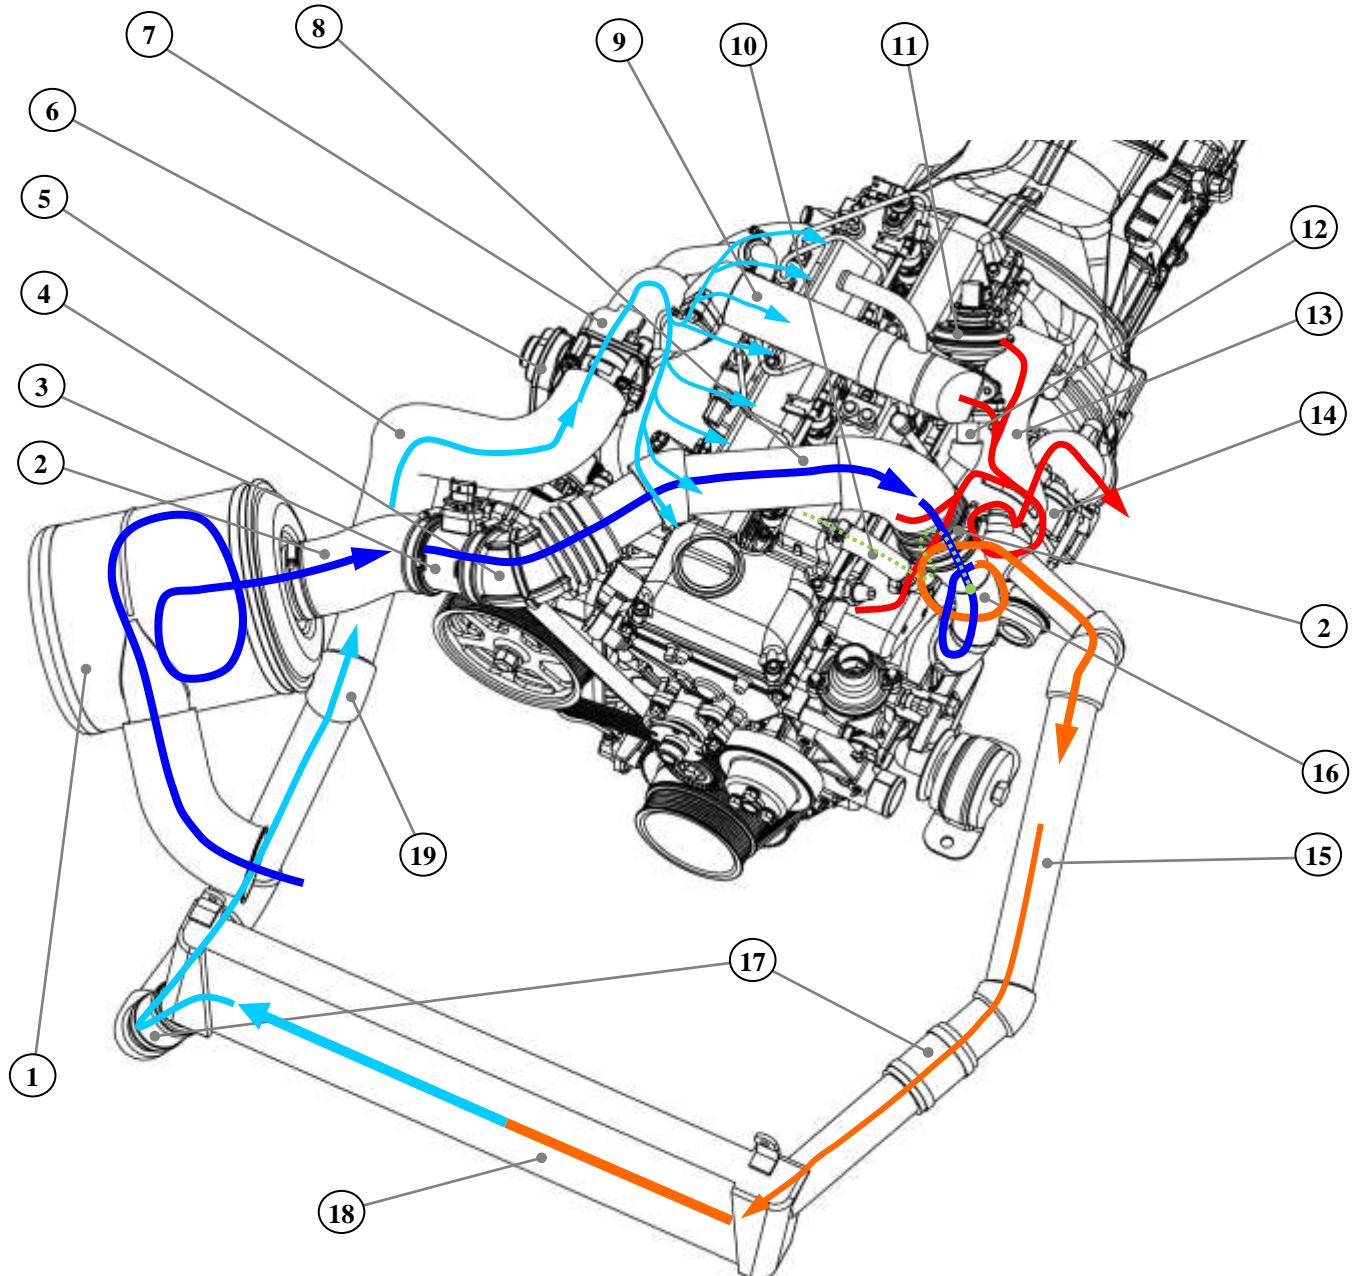

Рис. 70. Общий вид системы подачи воздуха и выпуска ОГ:
**Система впуска воздуха** (рис. 70) включает в себя: воздушный фильтр 1 с насадком и резонаторным шлангом, воздуховоды 8, 15 и 19, впускной патрубок турбокомпрессора 16, турбокомпрессор 14, соединительные патрубки 2, 4, 5 и 17, охладитель надувочного воздуха 18, патрубок воздухоподающий с дроссельной заслонкой 6, впускную трубу 7.
**Выпуск отработавших газов** (рис. 70) осуществляется через выпускные клапаны, выпускные каналы головки цилиндров, чугунный выпускной коллектор 13, корпус турбины турбокомпрессора 14 в приемный патрубок трубы глушителя, нейтрализатор, глушитель и далее по системе выпуска автомобиля в атмосферу.